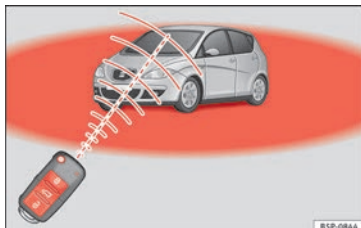

Fig. 51 Raio de ação do comando à distância por radiofrequência.
- O comando à distância por radiofrequência só funciona, se se encontrar dentro do seu raio de ação » **Fig. 51** (superfície vermelha).